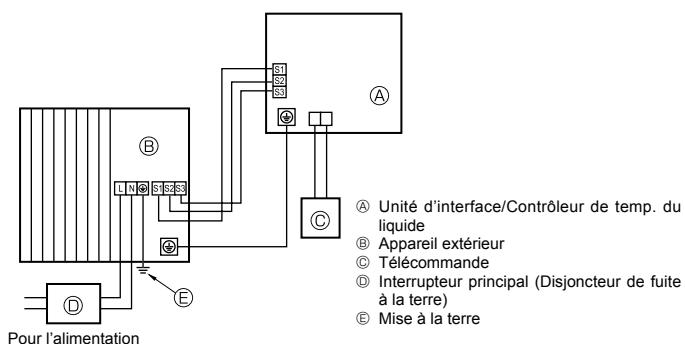

Fig. 6-1
### 6.1. Appareil extérieur (Fig. 6-1, Fig. 6-2)
- ① Retirer le panneau de service.
② Effectuer le câblage conformément aux Fig. 6-1 et 6-2.